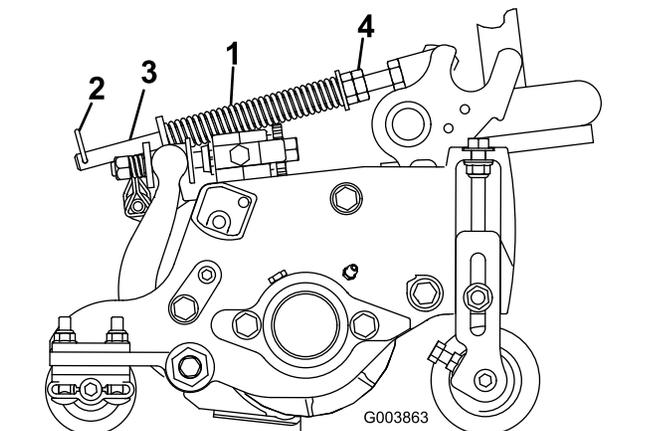

Figura 51
La molla di compensazione per il manto erboso (Figura 51) trasferisce inoltre il peso dal rullo anteriore a quello posteriore. per contribuire a ridurre l'ondulazione del manto erboso, detta anche fluttuazione o bobbing.
1. Verificate che la coppiglia sia montata nel foro posteriore dell'asta della molla (Figura 51).
2. Serrate i dadi esagonali sul lato anteriore dell'asta della molla, finché la lunghezza compressa della molla non è di 15,9 cm; fate riferimento a Figura 51.